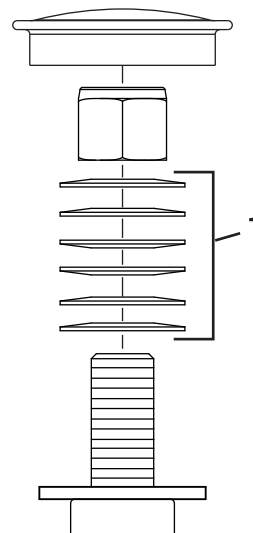

Figura 88
3. Retire el tapón guardapolvo de la rueda giratoria y apriete la contratuerca (Figura 88).
4. Apriete la contratuerca hasta que las arandelas de muelle estén planas, luego afloje ¼ de vuelta para establecer la pre-carga correcta de los cojinetes (Figura 88).
- Importante:** Asegúrese de que las arandelas de muelle están correctamente instaladas, según se muestra en Figura 88.
5. Coloque el tapón anti-polvo (Figura 88).